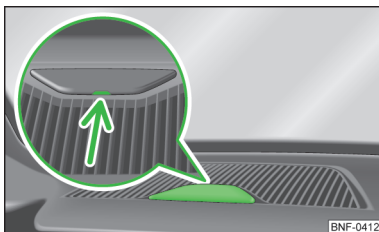

Fig. 76
- P. ej. introduzca una moneda en el hueco señalado con la flecha » fig. 76 y levante con cuidado la caperuza protectora.
- Cierre la abertura para la base en el cuadro de interruptores mediante la caperuza protectora » fig. 76.